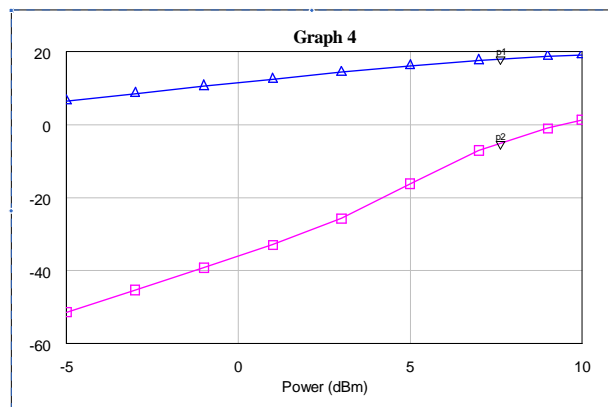

Рис.6
3.3.6 Рассчитать и вывести на график динамические характеристики при двухчастотном воздействии. Примерный вид характеристики показан на Рис.6